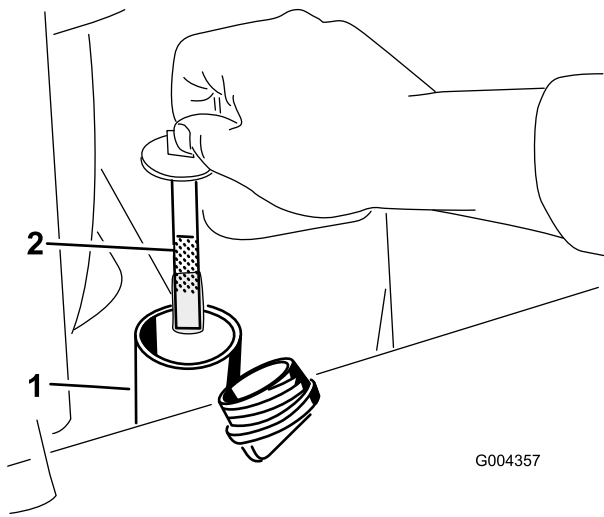

Bild 18
6. Entfernen Sie den Deckel vom Einfüllstutzen und überprüfen Sie den Ölstand auf dem Peilstab (Bild 18).